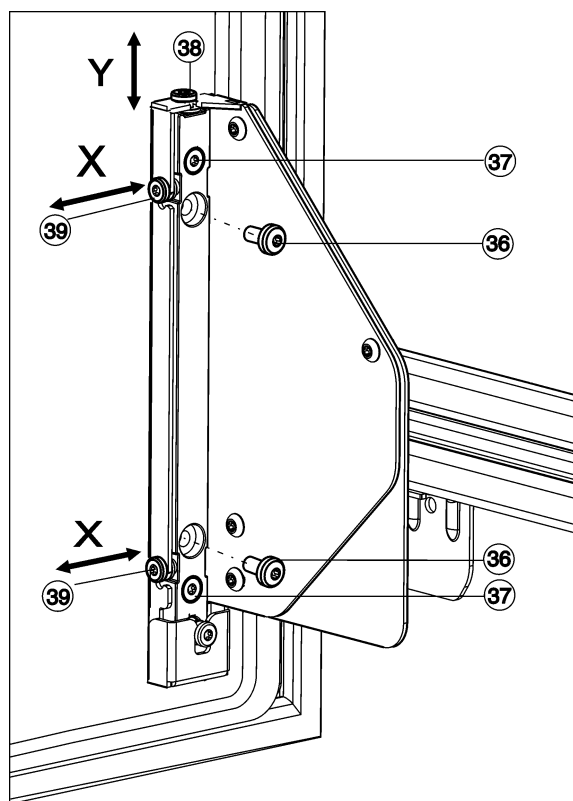

Fig. 27
- Úplne vyskrutkujte skrutky Fig. 27 (36).
- ▷ Skrutky Fig. 27 (36) odstráňte, keď už nie sú potrebné.
- Uvoľnite skrutky Fig. 27 (37) 1 až 2 otočeniami.
- Otočte regulačnú skrutku (38). V smere hodinových ručičiek: dvere sa pohnú max. 4 mm nahor. Proti smeru hodinových ručičiek: dvere sa pohnú max. 2 mm nadol.
- Znovu dotiahnite všetky skrutky Fig. 27 (37).
- Úplne vyskrutkujte skrutky Fig. 27 (36), ak sa tam ešte nachádzajú.
- Prestavte regulačné skrutky Fig. 27 (39) podľa požadovaného smeru nastavenia.
- Znovu dotiahnite skrutky Fig. 27 (37) po skončení bočného nastavovania.